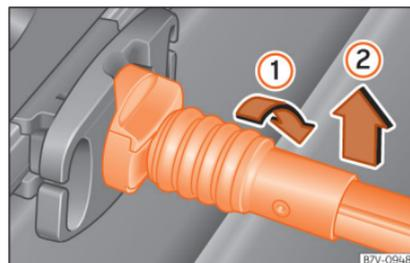

Abb. 175 Kuvertnetz aushängen.
- Haltestange um 90° nach rechts drehen » » Abb. 175 ①, bis die rote Markierung an der Haltestange zu sehen ist. Haltestange nach oben herausnehmen ②.